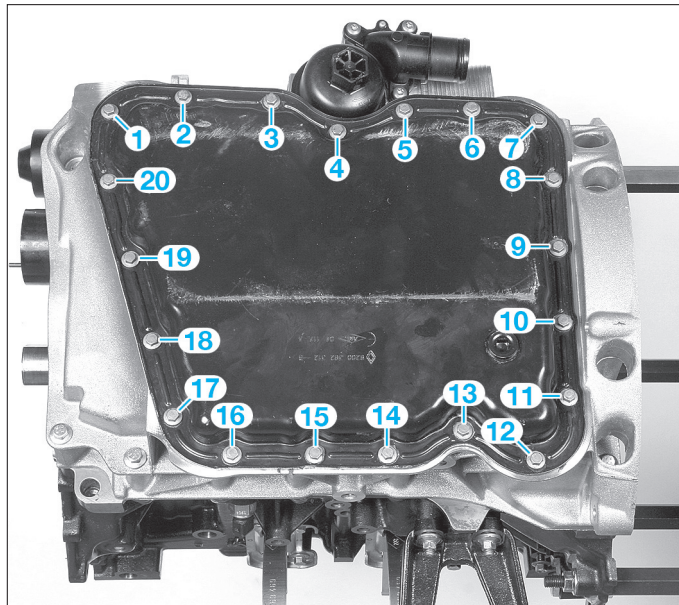

FIG. 35
- les vis (dans l'ordre inverse de la repose) du carter inférieur d'huile moteur (fig. 35).
- reposer le carter inférieur d'huile moteur en respectant l'ordre préconisé et le couple de serrage (fig. 35).